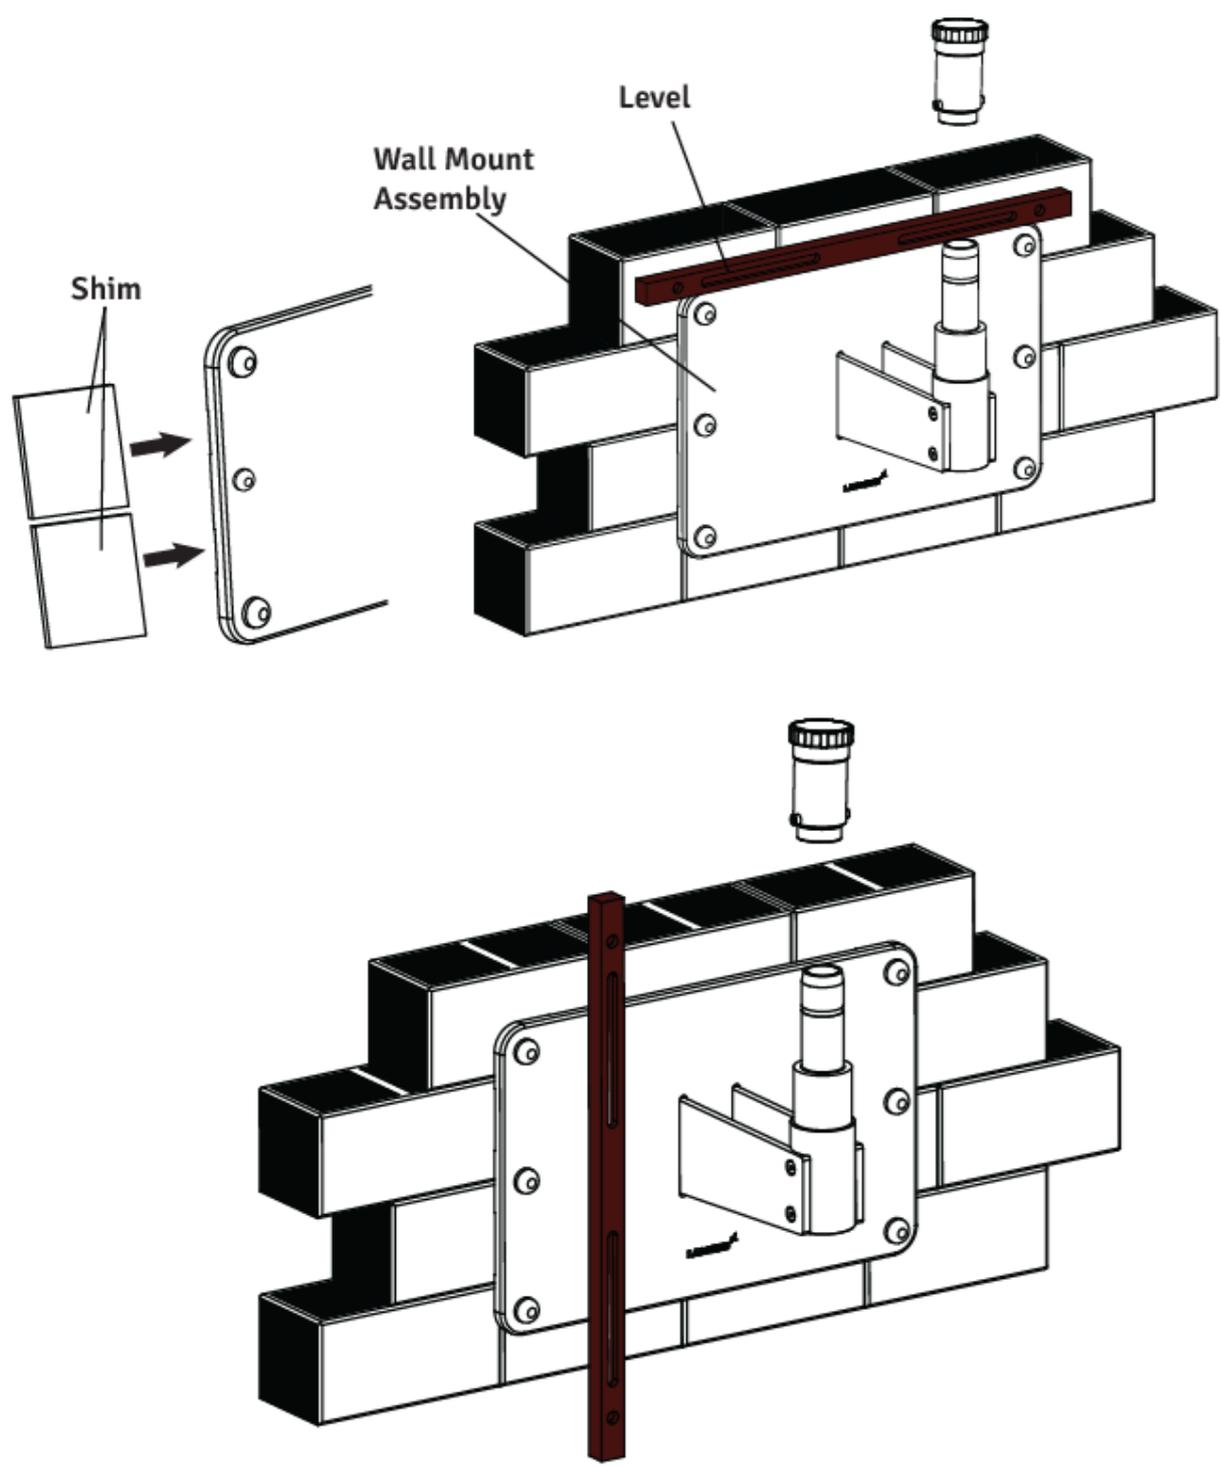

Figura 24
2. Coloque un nivel en la parte superior de la placa posterior para comprobar la nivelación horizontal. Consulte la figura 24.
3. Utilice un juego de llaves de tubo y trinquete de 17 mm para aflojar ligeramente los seis (6) pernos de palanca en las esquinas del soporte de pared.
Al suelo. Véase la figura 24.
7. Revise el otro lado e inserte las cuñas según sea necesario y luego ajuste los pernos de palanca. Vea la figura 24.
2. Desatornille el tapón roscado del eje de montaje en pared como se muestra en la figura 24.